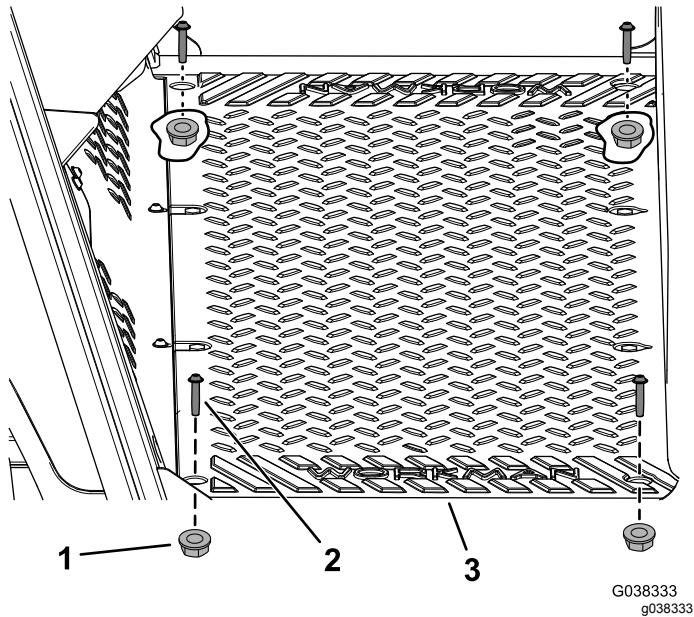

Figure 2
1. Retirez les 4 vis (1/4" x 1 1/4") et les 4 écrous (1/4") du plancher (Figure 2).
7. Installez les 4 vis (1/4" x 1 1/4") et les 4 écrous (1/4") retirés précédemment dans le plancher (Figure 2).